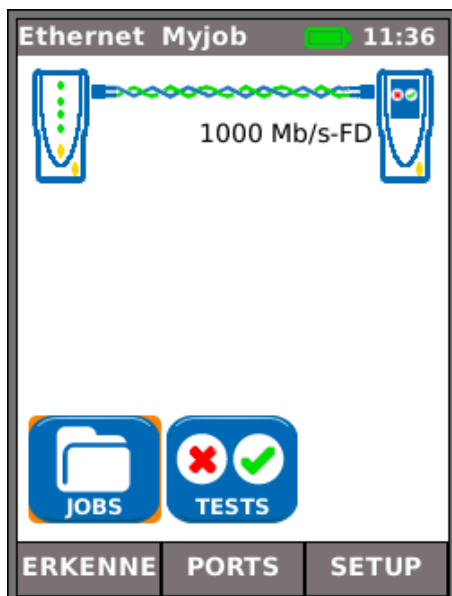

Abb. 8
(1) Bei direktem Anschluss von Display- und Remote-Handgerät über Kupfer- oder Glasfaserkabel: den Softkey ERKENNE (F1) drücken, um alle verfügbaren Optionen aufzurufen (Abb. 8). Neben Verdrahtungstests (Kupfer) kann auch die Kabelleistung geprüft und gemessen werden. Für eine vollständige Beschreibung dieser Optionen siehe *Beschreibung des Testmenüs – Ethernet-Modus, Seite 24*.